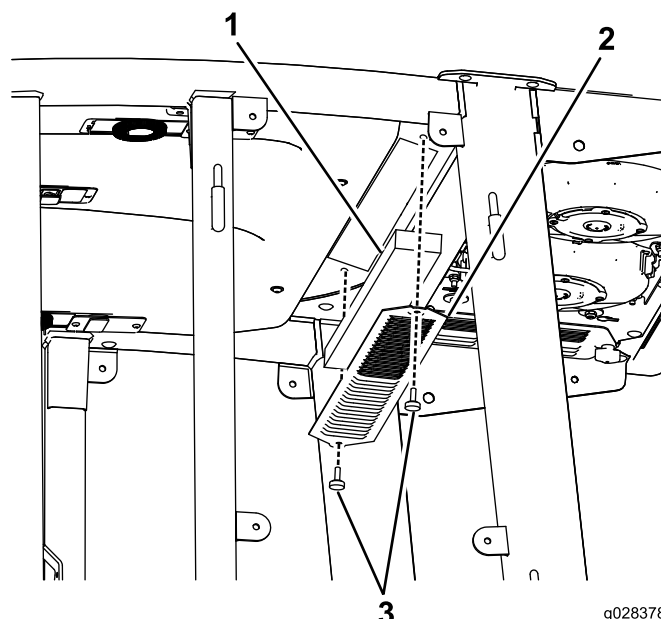
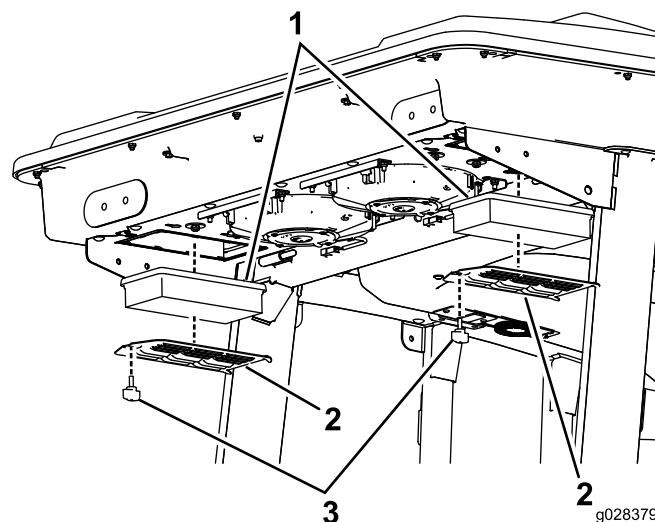

Figure 102
Figure 103
1. Retirez les vis et les grilles des filtres à air intérieur et arrière de la cabine (Figure 102 et Figure 103).
5. Déposez les filtres à air (voir Figure 103).
7. Reposez les filtres à air, la grille et le ventilateur (Figure 103, Figure 105 et Figure 104).